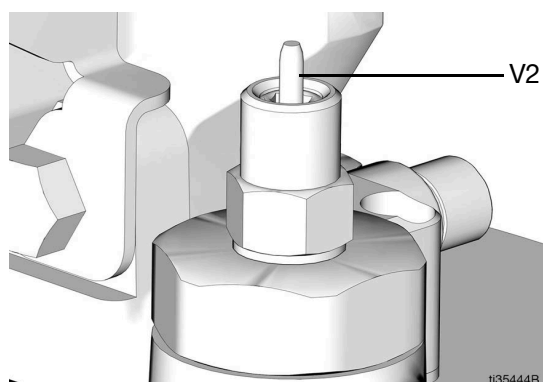

Рис. 16
- Проверьте дыхательный клапан резервуара (J) на надлежащее функционирование перед наполнением бака (K).
- Не допускается наполнение бака (K) выше переливного отверстия (H).
- Не используйте дыхательный клапан резервуара (J) в качестве порта для наполнения бака.
5. Включите насос станции дистанционного заполнения (AA).
6. После заполнения бака (K) произойдут следующие события:
- насос станции дистанционного заполнения (AA) остановится (напор достигнет нулевого значения),
- штифт клапана защиты от переполнения (b) поднимается, как показано на Рис. 16,
- игла манометра (R) поднимается до давления, заданного для заправочного насоса.